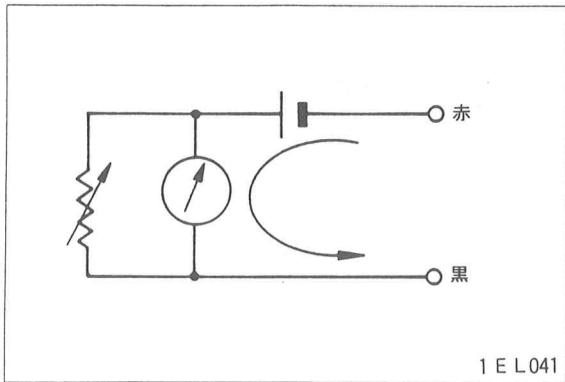

図3 サーキットテスタのオームレンジ
- サーキットテスタのオームレンジは、電流の流れが図3のようになっている。したがって、導通テストL→Fのときは、黒棒をL端子、赤棒をF端子に当てる。